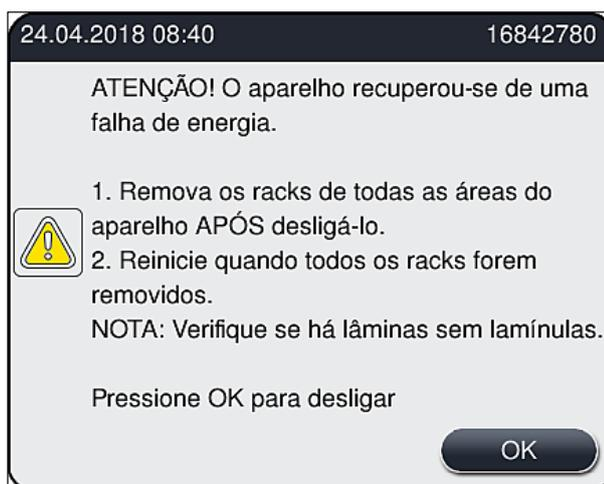

Fig. 107
- Após a alimentação ser restaurada, o aparelho realiza a inicialização automaticamente. O usuário é notificado sobre a falha de energia por meio de uma mensagem de informações (→ Fig. 107) na tela e o evento é inserido no registro de eventos.
- ① Após a alimentação ser restaurada, o aparelho realiza a inicialização automaticamente. Um sinal de aviso sonoro soa e uma mensagem de aviso é exibida no monitor (→ Fig. 107).
Siga então as instruções na mensagem de informações (→ Fig. 107) e remova as lâminas do aparelho.